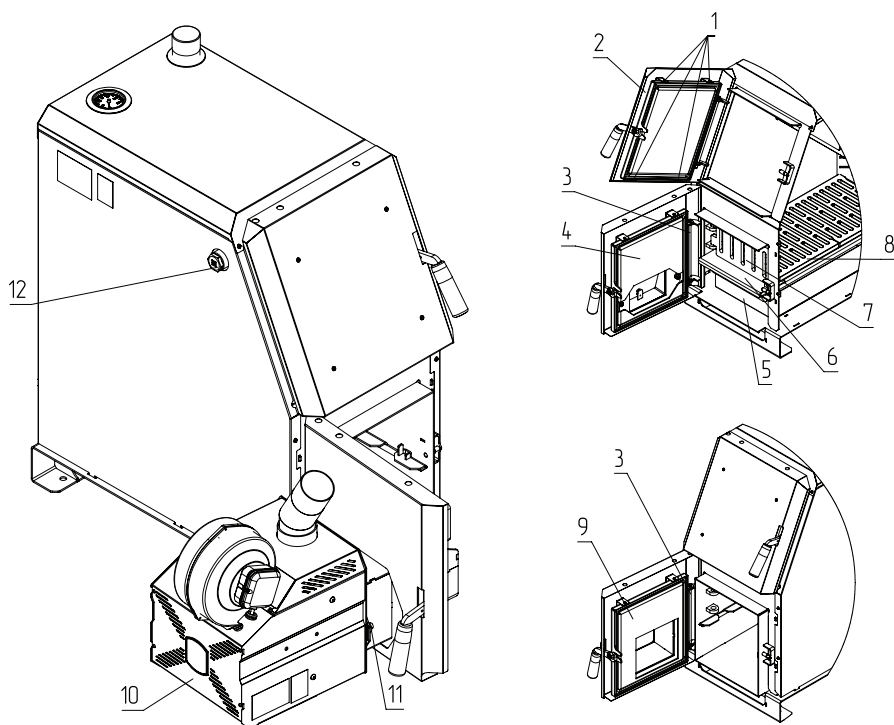

Рис. 12 Порядок установки горелки ZOTA «RAY» на твердотопливные котлы ZOTA Forest 16, 21, 31
- Снимите кожух дверцы загрузочной (Рис. 12, поз. 1), открутив четыре самореза (Рис. 12, поз. 2), затем извлечь ось (Рис. 12, поз. 3) и снять дверцу зольную (Рис. 12, поз. 4);
- Извлечь зольник (Рис. 12, поз. 5), перегородку (Рис. 12, поз. 6), решетку шуровочную (Рис. 12, поз. 7) и колосниковые решетки (Рис. 12, поз. 8);
- Установить адаптер горелки (Рис. 12, поз. 9) и зафиксировать его осью (, поз. 3), затем установить на место кожух дверцы загрузочной (Рис. 12, поз. 1);
- Установить горелку (Рис. 12, поз. 10) на котел и зафиксировать ее гайками (Рис. 12, поз. 11);
- Для установки гильзы под датчики температуры и перегрева снимите пробку или тягорегулятор (если установлен) и установите гильзу (Рис. 12, поз. 12) в освободившееся отверстие.